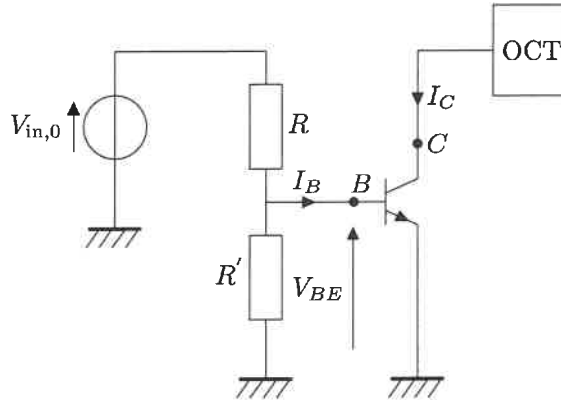
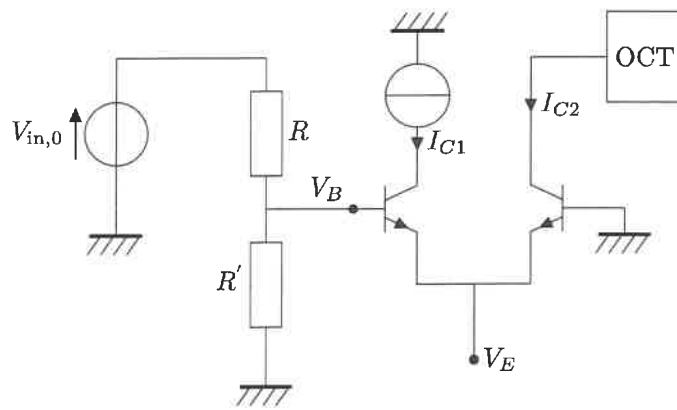

Figure 4 – Bloc "Linéaire/Exponentiel" simplifié, avec $R = 56,0 \text{ k}\Omega$, et $R' = 1,00 \text{ k}\Omega$.
Figure 5 – Bloc "Linéaire/Exponentiel" à compensation de température.
On complète le circuit électronique de la figure 4 en rajoutant un deuxième transistor comme représenté figure 5. Les émetteurs des deux transistors étant reliés, le courant de saturation inverse $I_S(T)$ est identique pour chacun d'eux. Le courant I_{C1} est fourni par un générateur de courant d'intensité constante, tandis que I_{C2} est relié au bloc "OCT". La tension $V_{in,1}$ est proportionnelle à I_{C2} .
- Q6.** Quelle amélioration présente ce circuit par rapport au circuit de la figure 4 ?
Q8. En considérant $R' \ll R$ et en prenant toujours pour base un fonctionnement à 20 °C, proposer une modification du circuit présenté en figure 5 permettant de compenser au mieux possible la variation de température. Déterminer alors la variation de température acceptable pour le synthétiseur avec le nouveau circuit proposé. Conclure.